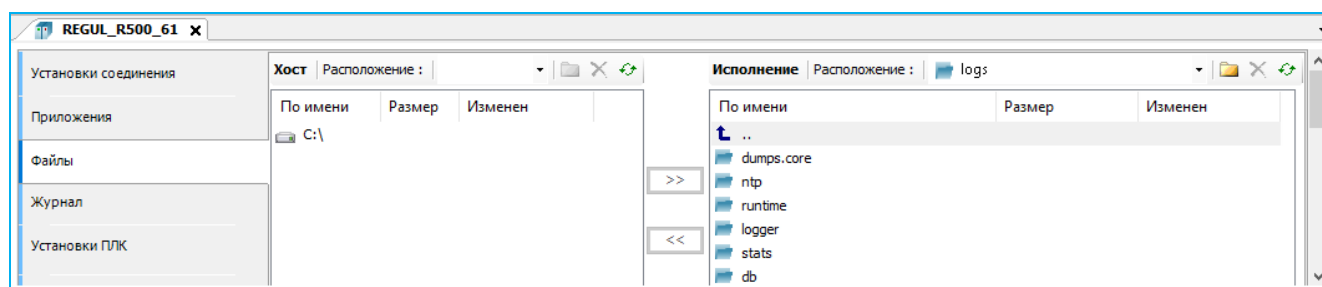

Рисунок 224 – Загрузка файлов с контроллера на ПК. Журнал событий
- на главной вкладке параметров устройства перейдите на вкладку **Файлы**. В области **Исполнение** нажмите кнопку  (**Обновить**). В окне отобразится дерево файлов, имеющихся на контроллере. Найдите папку **logs** (Рисунок 224);